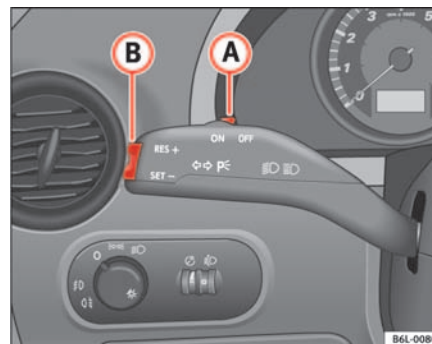

Fig. 100 Palanca de intermitentes y de luz de carretera: mando y tecla basculante para el regulador de velocidad
- Mueva el mando → fig. 100 **(B)** hacia la izquierda hasta la posición **ON**.